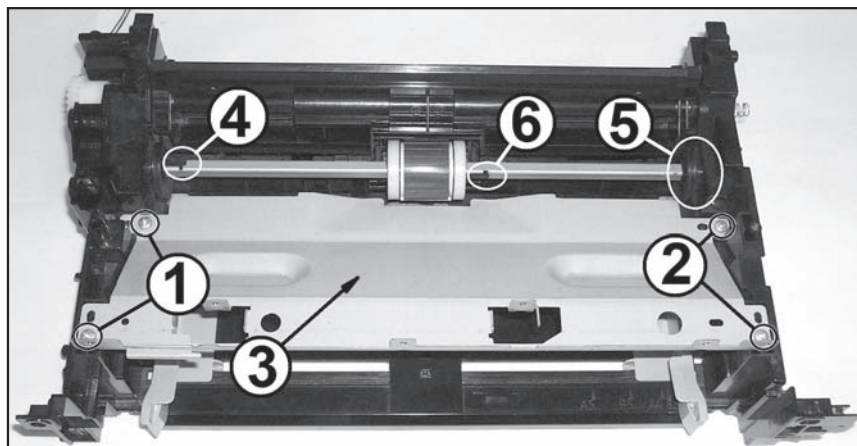

Рис. 23
1. Располагают узел лотком подачи бумаги к себе. Откручивают четыре самореза (1 и 2 на рис. 23) крепления нижней пластины (3) к основанию узла. Перемещают пластину движением вверх и затем снимают ее.
3. Располагают узел лотком подачи бумаги к себе. Освобождают фиксатор (4 на рис. 23) левого кулачка меха-
4. Перемещают вал ролика подачи в левую сторону, вынимают правую сторону вала в сборе с правым кулачком (5 на рис. 23) из посадки в отверстии, поднимают вверх и выводят за пределы основания узла подачи. Далее перемещают вал в правую сторону, вынимают левую сторону вала из посадочного отверстия и снимают его с узла в сборе с кулачками привода прижимной пластины и роликом подачи бумаги в сборе с основанием ролика.
Примечание. Для снятия ролика подачи бумаги располагают вал в сборе с роликом-фиксатором (6 на рис. 23) основания ролика на валу к себе (фиксатор левого кулачка рас-